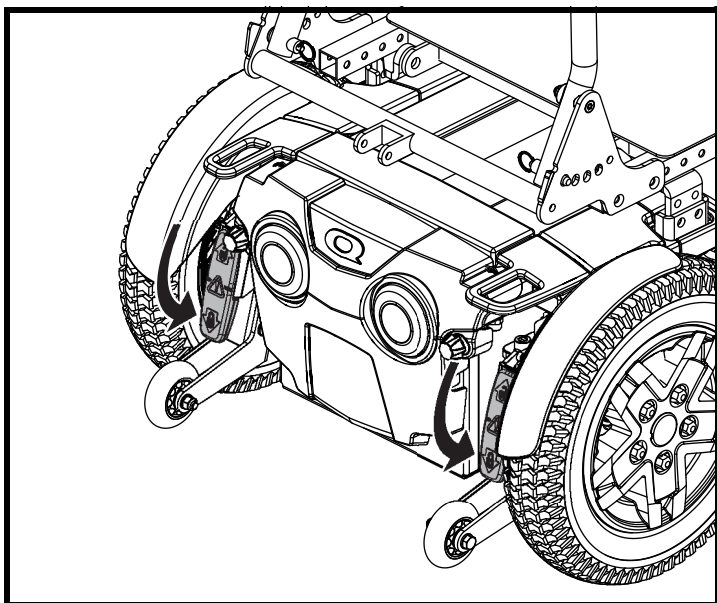

Figure 10. Mode traction (embrayé)
2. Abaissez les deux leviers vers le bas pour engager les moteurs. **Voir la figure 10.**